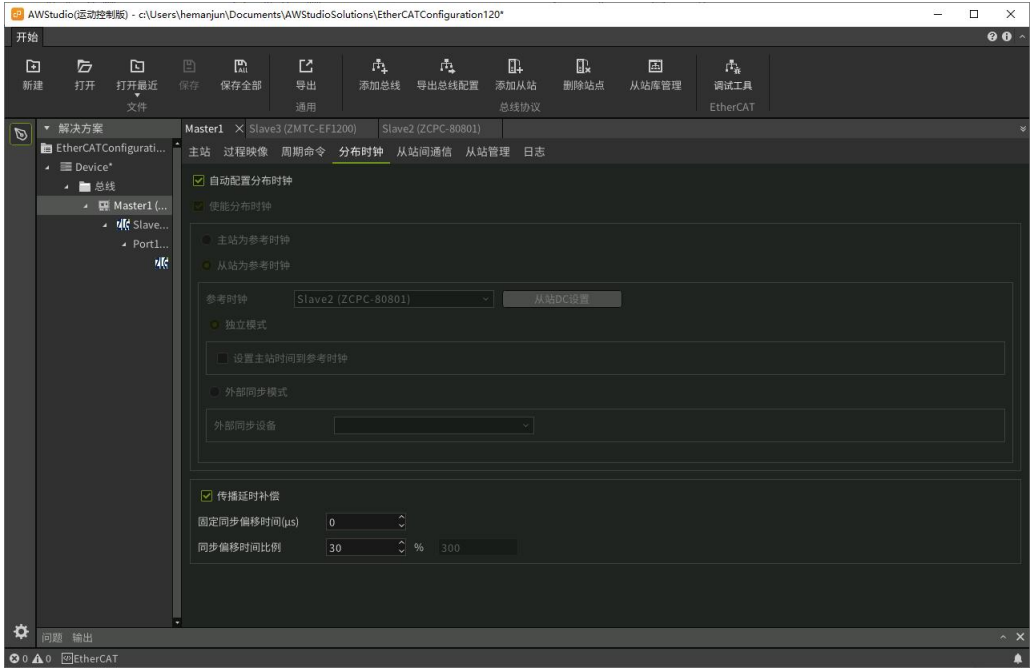

图 4.10 配置分布式时钟
(7) 配置分布式时钟。支持自动配置分布式时钟模式，默认以第一个支持分布式时钟的从站作为时钟源，也可以手动配置，如图 4.10 所示。